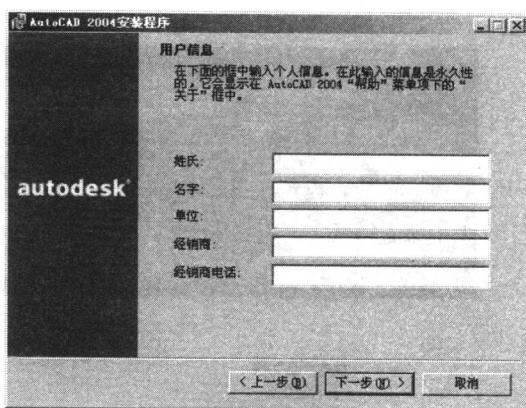

图 1-5 “用户信息”窗口
⑥ 单击“下一步”按钮，打开如图 1-5 所示的“用户信息”窗口，依次输入“姓氏”、“名字”、“单位”、“经销商”、“经销商电话”信息。